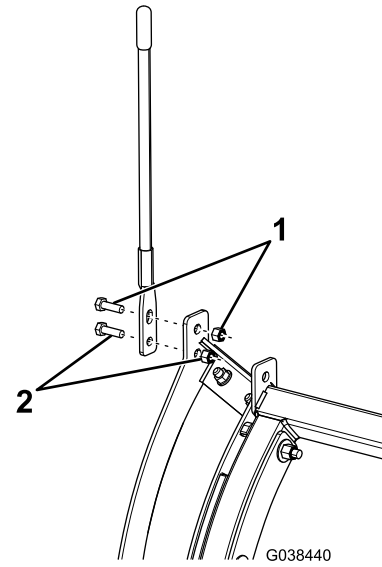

Figura 3
7. Instale las guías de la pala del quitanieves que se retiraron anteriormente usando el perno y la tuerca superiores existentes, y un perno nuevo ($\frac{5}{16}$ ") y una contratuerca (Figura 3).